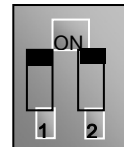

Рис. 4-4
- (2) Нажать клавишу “Fup” для входа в меню программирования.
- (3) Измерить параметры двигателя: порядок действий тот же, что и в Примере 1.
- (4) Установить функциональные параметры преобразователя:
- (5) Возле колодки управляющих контактов имеется красный двухразрядный кодирующий переключатель SW1, как показано на Рис. 4-4. Функцией этого переключателя является выбор сигнала напряжения (0 ~ 5В/0 ~ 10В) или токового сигнала, подаваемого на входной аналоговый сигнал AI2, установкой по умолчанию является токовый сигнал. В данном устройстве выбор сигнала аналогового входа осуществляется при помощи параметра F203. Для выбора управления скоростью при помощи токового сигнала амплитудой 0 ~ 20 мА следует установить переключатели 1 и 2 в положение ON, как показано на рисунке. Другие положения переключателя и режимы управления скоростью описаны в Таблице 4-2.
- (6) Замкнуть реле OP3, двигатель начнет вращаться вперед;
- (7) Во время вращения двигателя может осуществляться коррекция текущей частоты преобразователя при помощи потенциометра;
- (8) При работе преобразователя разомкнуть реле OP3, затем замкнуть реле OP4, направление вращения двигателя будет изменено;
- (9) Выключить реле OP3 и OP4, двигатель будет тормозиться до полного останова;
- (10) Разомкнуть выключатель с воздушным зазором, выключив питание преобразователя.